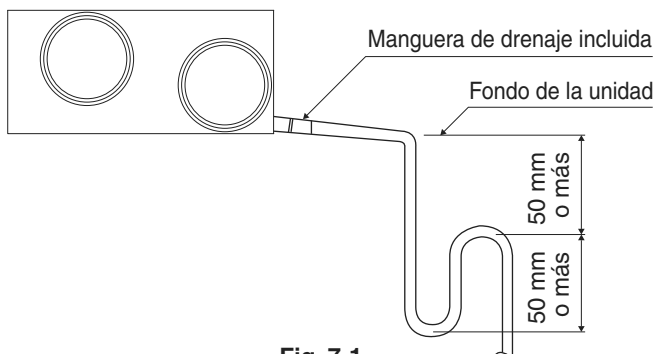

Fig. 7-1
(1) Instale la tubería de drenaje.
- Para el sistema de conexión por conducto directo, existe presión negativa en el interior de la unidad relativa a la presión atmosférica cuando la unidad está en marcha, de modo que debe asegurarse de suministrar una trampilla de drenaje en la salida de drenaje. (Refiérase a la Fig. 7-1)